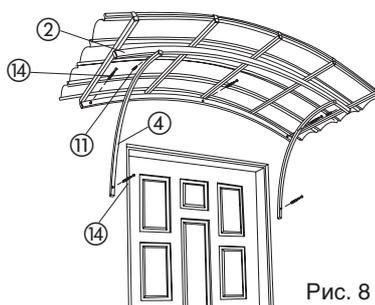

Рис. 8
- a) Смонтированный заранее козырёк монтируем к стене при помощи дюбелей ⑭; дюбеля ⑭ предназначены для монтажа козырька к бетонной, кирпичной, силикатной стене, газобетона: в случае других видов стен (напр. утеплённых пенопластом) следует применять анкера.
- b) После того как мы прикрутим козырёк, остаётся замонтировать кронштейны ④, которые стабилизируют всю конструкцию козырька. Кронштейн ④ прикручиваем при помощи винта ⑪ к дуге ① так как на (Рис.8).
- c) Остаётся прикрутить только кронштейны к стене при помощи дюбелей ⑭.
a) Zmontowany wcześniej daszek montujemy do ściany za pomocą trzech kołków rozporowych ⑭; kołki rozporowe ⑭ przeznaczone są do montażu daszka do ściany betonowej, z cegły pełnej, gazobetonu, cegły silikatowej; w przypadku innych rodzajów ścian (np. ocieplonych styropianem) należy zaopatrzyć się w odpowiednie kotwy.
b) Po przykręceniu daszka pozostaje zamontowanie wsporników ④, które usztywniają całą konstrukcję daszka. Wspornik ④ przykręcamy za pomocą wkręta 4,2x10 ⑪ do łuku ②, tak jak na (Rys. 8).
c) Pozostaje tylko przykręcić wsporniki do ściany za pomocą kołków rozporowych ⑭.